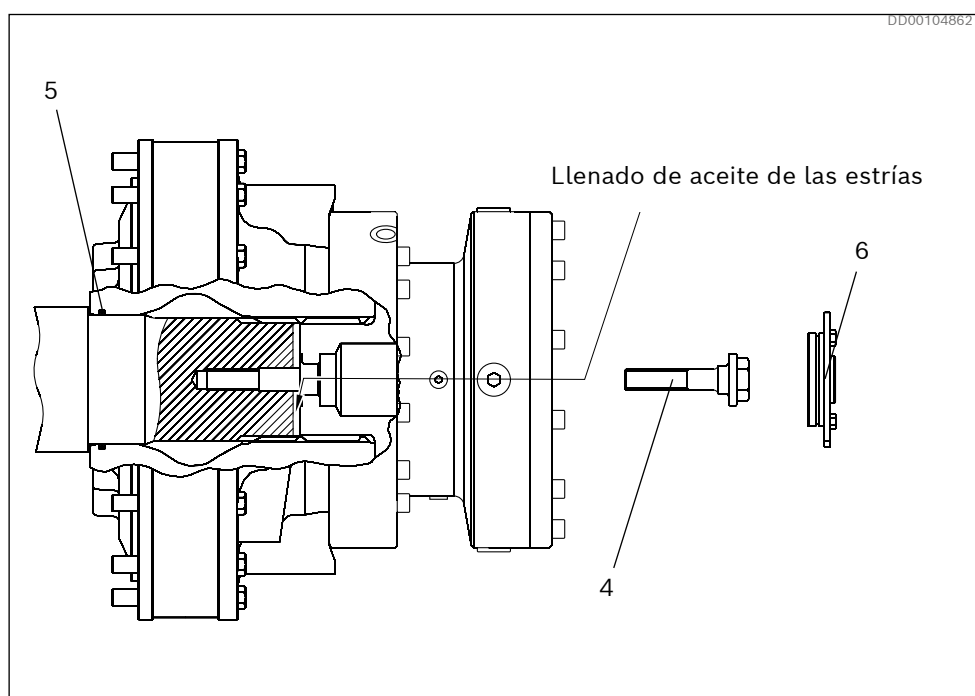

Fig. 44: Instalación del motor con freno BICA
En los motores con freno BICA, la cubierta central (6) debe desmontarse siguiendo Fig. 44 y el Manual de Instalación y Mantenimiento para BICA.
2. Lubrique la junta tórica (5) y asegúrese de que no está dañada. La junta tórica se entrega con el motor.
10. Acople el motor en el eje accionado con el juego de instalación (4), que se compone de un tornillo M20 y una junta tórica. Torque de 385 Nm (284 lb·ft).